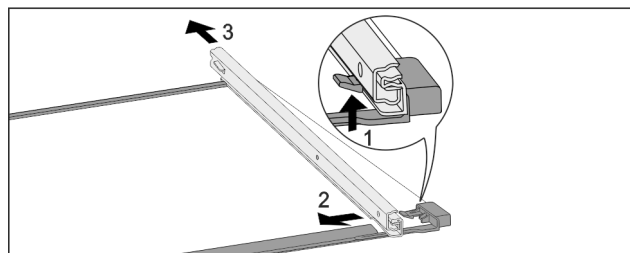

Fig. 179 Placa de sticlă cu șine
- ▶ Apăsăți în sus cârligul de blocare frontală. Fig. 179 (1)
- ▶ Îndepărtați șinele de extragere prin împingere în lateral Fig. 179 (2) și spre spate Fig. 179 (3).